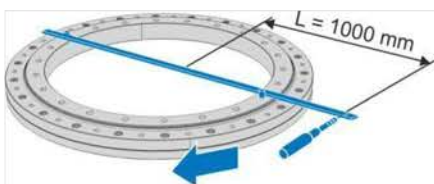

Рис. 25: Проверка сопротивления вращению
- Распределите регулировочные прокладки (рис. 25) между всеми установочными и крепежными винтами соединительной структуры. Здесь необходимо убедиться в том, что регулировочные прокладки прикреплены таким образом, чтобы можно было свободно вставить крепежные винты.